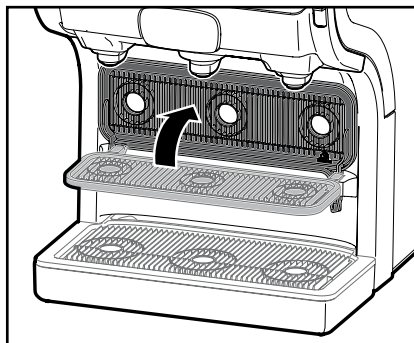

Bild 11
- Fäll upp plattformen när du brygger i kanna så att den får plats (bild 11).